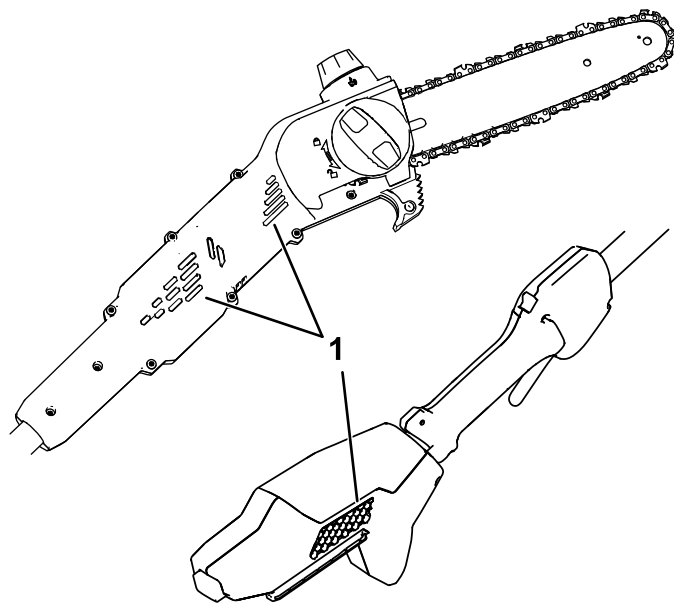

Figura 9
1. Assicuratevi che gli sfiati sul potatore telescopico siano privi di polvere e detriti (Figura 9).